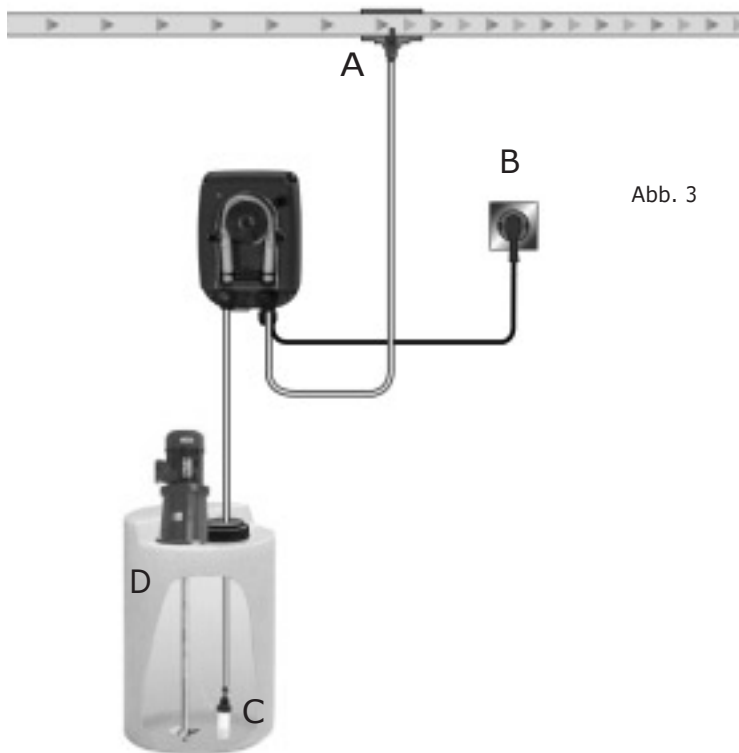

Abb. 3
2.5 - TYPISCHE INSTALLATION (Abb. 3)